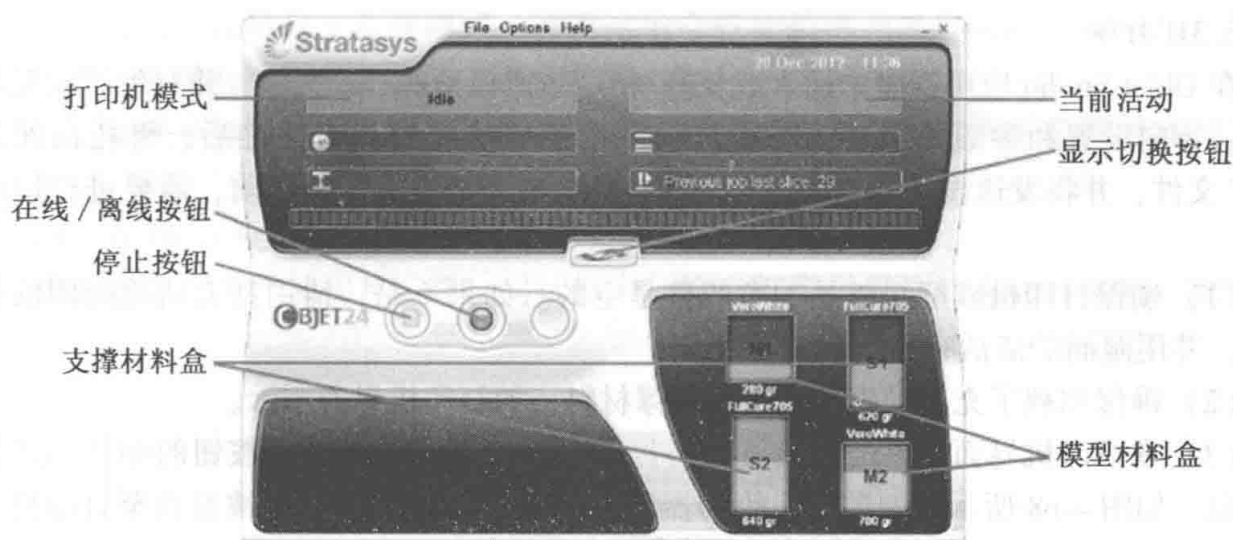

图 4-66 光敏树脂 ObjJet24 界面
(1) 打开位于打印机背部的主电源开关，主电源开关开启 Objet 打印机，包括内置计算机。
(2) 启动 Objet 程序，在打印机计算机桌面上双击 Objet 打印机图标，显示 Objet 打印机界面屏，打印机的所有监控和控制均在此界面完成，如图 4-66 所示。
- (4) 关闭材料抽屉。
- (5) 检查打印机界面以确保检测到新的材料盒并显示了其重量（参见图 4-66）